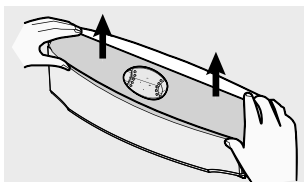

Figura 64
- Retire la tapa del tanque en dirección hacia arriba (figura 64).